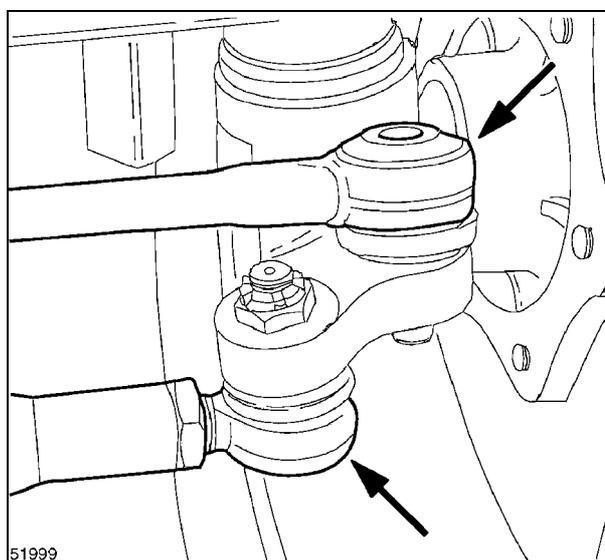

Рис. 65
62. ШАРОВЫЕ ШАРНИРЫ РУЛЕВОЙ СИСТЕМЫ - Рис. 65